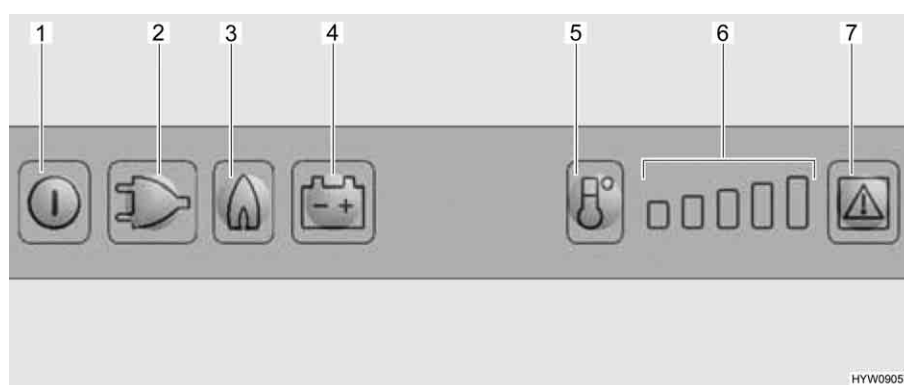

Fig. 131 Elementi di comando del frigorifero
- Premere il tasto On/Off (Fig. 131,1) per circa 2 secondi. Il frigorifero si accende. Si accende il tasto dell'ultima modalità di funzionamento.
- Eventualmente premere il tasto per la modalità di funzionamento "Gas" (Fig. 131,3). Il tasto si accende. L'alimentazione del gas è ora aperta. L'accensione avviene automaticamente. È udibile un ticchettio fino a quando procedura di accensione non è stata portata a termine.
- Regolare la temperatura di raffreddamento con il tasto di selezione dei gradi di temperatura (Fig. 131,5).
- Eventualmente premere il tasto della modalità di funzionamento "230 V" (Fig. 131,2). Il tasto si accende.
- Eventualmente premere il tasto della modalità di funzionamento "12 V" (Fig. 131,4). Il tasto si accende.